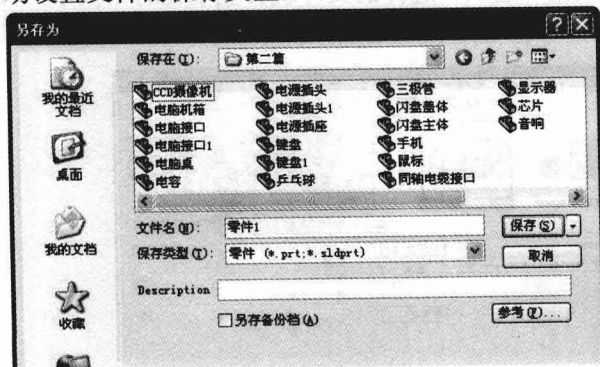

图 1-8 “另存为”对话框
① 执行命令。选择菜单栏中的“文件”→“保存”命令,或者单击“保存”图标按钮,执行保存文件命令。
② 设置保存类型。此时系统弹出如图 1-8 所示的“另存为”对话框。在对话框中的“保存在”一栏用于选择文件存放的文件夹;“文件名”一栏用于输入要保存的文件名称;“保存类型”一栏用于选择所保存文件的类型。通常情况下,在不同的工作模式下,系统会自动设置文件的保存类型。